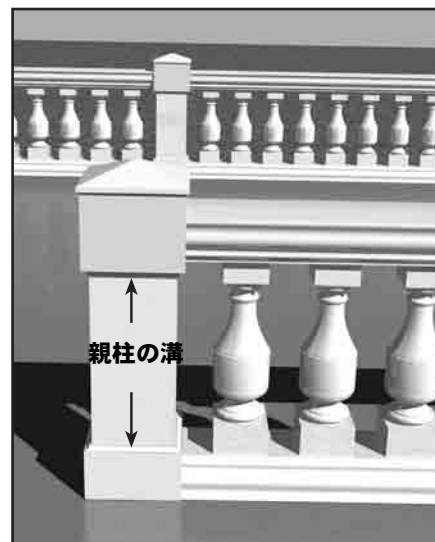

図 7D
- G)** 親柱の溝にコーク剤を施して内部に水分が浸入しないようにします（図 7D）。
- H)** 親柱上部にウレタン系接着剤を幅6mm程つけ、親柱のポストトップを取付けます（図 7D）。